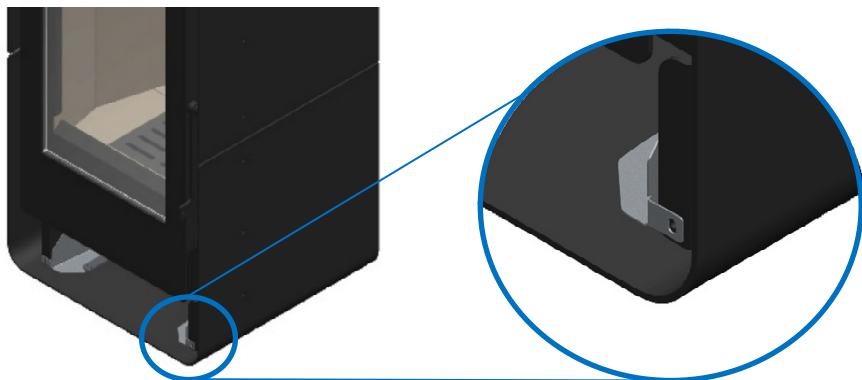

Figura 37 - Fixação do kit de ventilação na salamandra Tek Round Eco
* Posteriormente, coloque o kit de ventilação no equipamento fazendo coincidir a furação deste com a da salamandra, Figura 37;